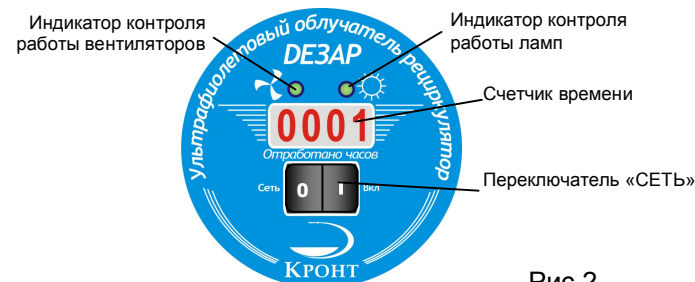

Рис.2
5.10. Световые индикаторы, расположенные на панели управления, контролируют поступление напряжения питания на лампы и вентиляторы. При отсутствии напряжения индикатор гаснет. Изображения лампы и вентилятора нанесены рядом с соответствующими световыми индикаторами (рис. 2).